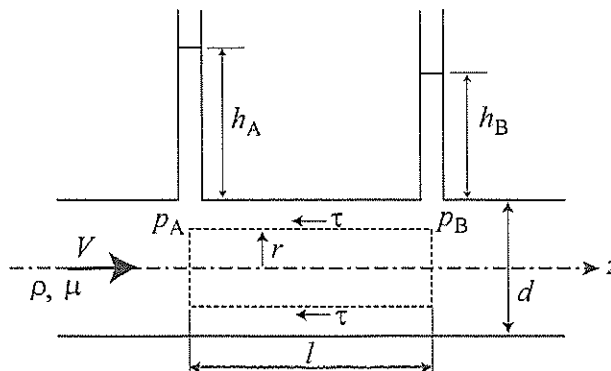

図 2
図2のように、水平に置かれたまっすぐな滑らかな円管（直径 d （一定））内の十分に発達した非圧縮性粘性流体①の定常流れを考える。いま、円管の中心軸（ z 軸）方向に距離 l だけ離れた二点（A点およびB点）における管内の圧力を、液柱圧力計（マンメータ）を用いて測定したところ、上流の点（A点）の圧力は p_A 、下流の点（B点）の圧力は p_B であった。以下の設問に答えよ。ただし、流体①の密度を ρ （一定）、流体①の粘性係数を μ （一定）、圧力を p 、重力加速度を g 、平均流速を V とし、流れは層流とする。
- (1) マンメータにおける A 点の液柱の高さを h_A 、B 点の液柱の高さを h_B とするとき、二点間の圧力差 $\Delta p = p_A - p_B$ を、 h_A と h_B を用いて表せ。
- (2) 図2の点線のように円管内の流体中に z 軸を中心軸とする半径 r 、長さ l の円柱状の検査面をとる。その検査面の側壁に作用するせん断応力を τ とするとき、検査面に作用する力のつり合いから、せん断応力 τ を Δp 、 l 、 r を用いて表せ。
- (3) 管内の速度分布 $u(r)$ が次のように表せることを示せ。